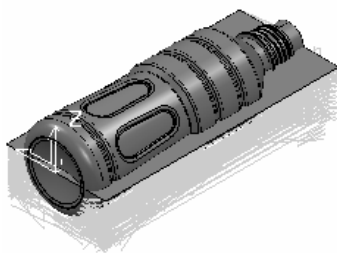

图 4-23 变换后的刀具路径
2) 单击工具栏上的  按钮，完成镜像操作生成刀具路径，如图 4-23 所示。